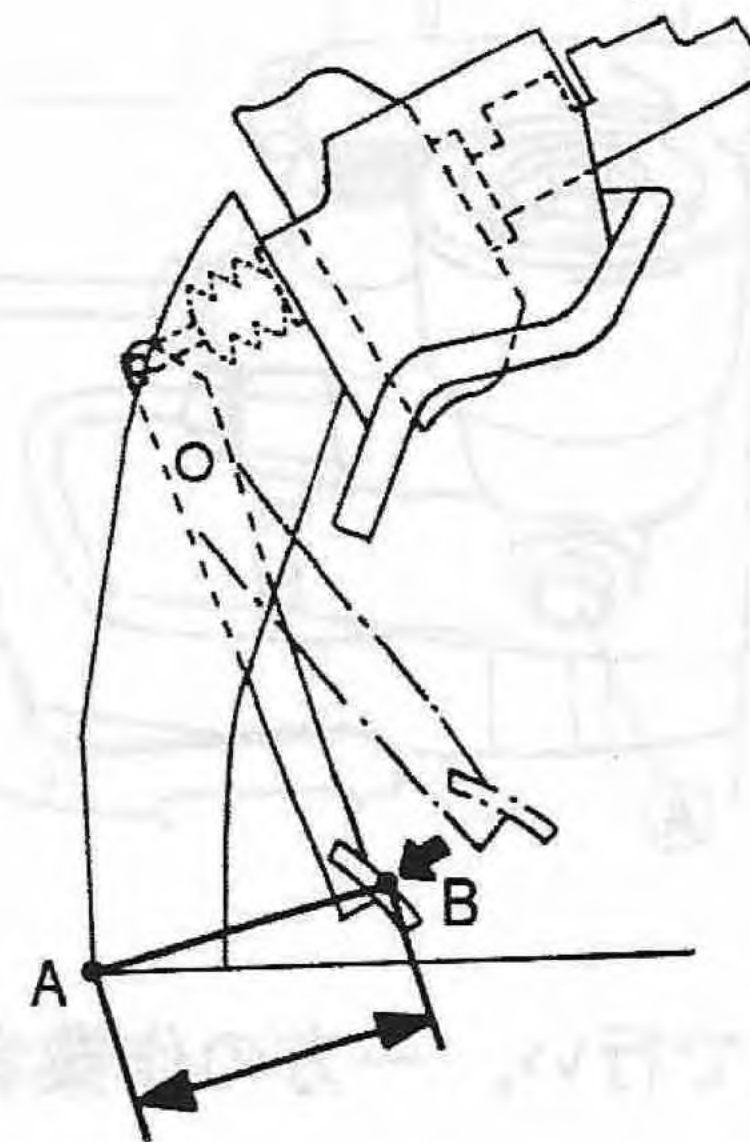

Fig. 2
- (1)エンジン始動後、ペダルを踏力30kgで踏み込んだ時の、AB間(Fig.2より)の寸法を測定する。